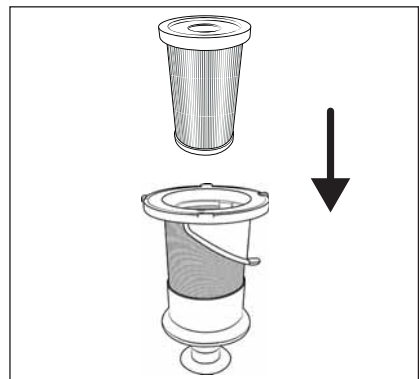

Afb. 21
- 6) Zet het RVS-filter **5** in het stofreservoir **6** en druk het volledig omlaag (zie afb. 21). Let daarbij op de vergrendelingen met verschillende groottes op het RVS-filter **5**. Het RVS-filter **5** kan door deze vergrendelingen maar in één stand in het stofreservoir **6** worden geplaatst.